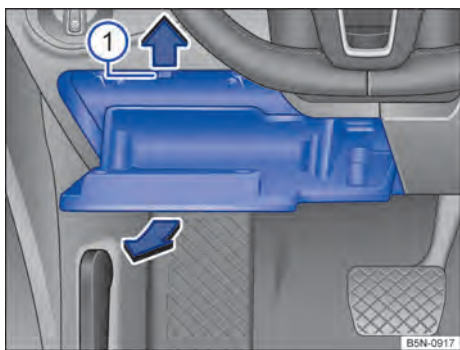

Fig. 201 No lado do condutor do painel de instrumentos: cobertura da caixa de fusíveis.
- Abrir o porta-objetos do lado do condutor → **Fig. 201**.
- Pressionar para cima as linguetas → **Fig. 201** **①** no sentido da seta e ao mesmo tempo abrir e retirar mais o porta-objetos até que a placa de fusíveis esteja acessível.